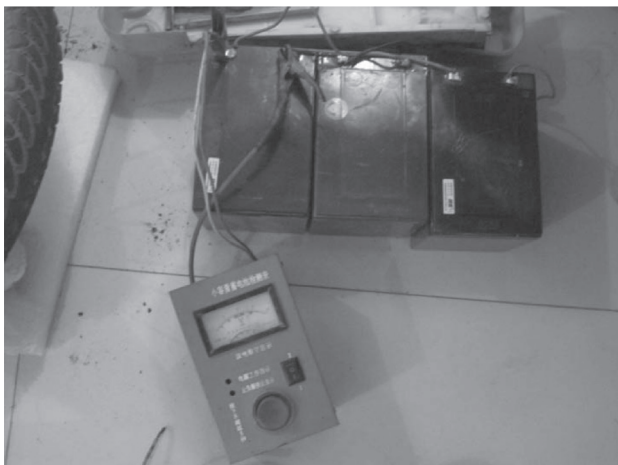

图 4-52 用蓄电池检测仪检测
1) 首先测量蓄电池组的端电压(检测时用蓄电池检测仪,如图 4-52 所示),若蓄电池电量已满,表明充电器正常,无须进行维修;若蓄电池无电压输出,则应对蓄电池进行维修或更换,然后再观察充电器对其充电是否正常。